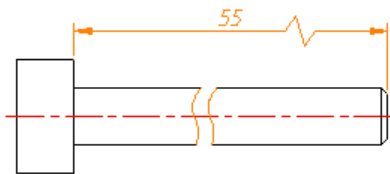

图 5-65 完成折弯标注
- (3) 在尺寸线上指定一点以放置折弯。若在提示指定折弯位置时直接按 $\langle \text{Enter} \rangle$ 键，则将折弯放在标注文字和第一条尺寸界线之间的中点处，或基于标注文字位置尺寸线的中点处。例如，在该操作实例中，按 $\langle \text{Enter} \rangle$ 键，得到的折弯标注如图 5-65 所示。